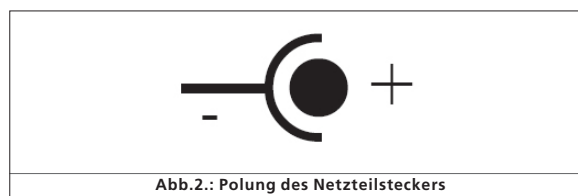

Abb.2.: Polung des Netzteilersteckers
- Verwenden Sie das mitgelieferte Steckernetzteiler. Dessen Ausgang muss mit der Stromversorgungsbuchse des LokProgrammers verbunden werden. Die Belegung des Steckers zeigt Abb. 2.